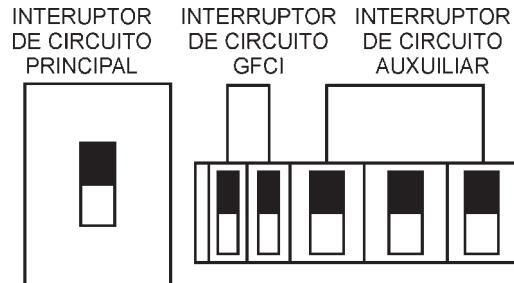

Figura 51. Interruptores de circuito (ENCENDIDO)
12. Coloque los interruptores **principal**, **GFCI**, y **aux.** en la posición **ON (ENCENDIDO)** (Figura 51).